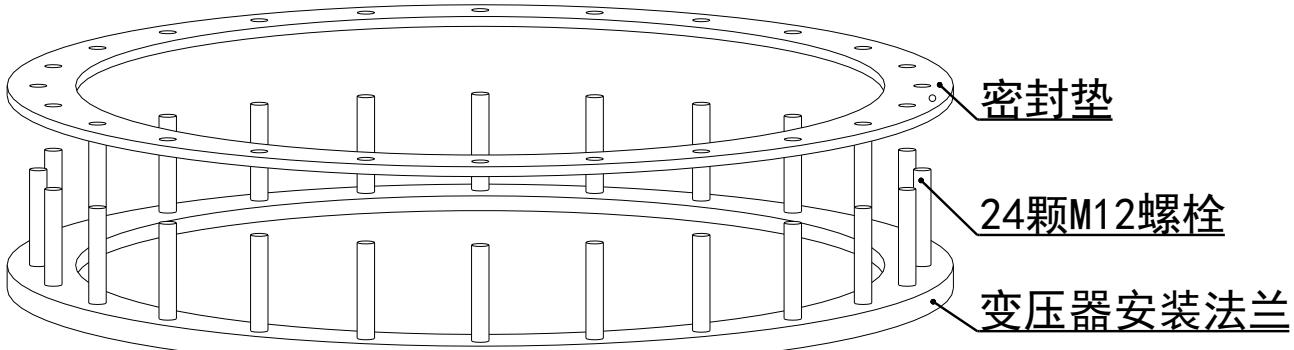
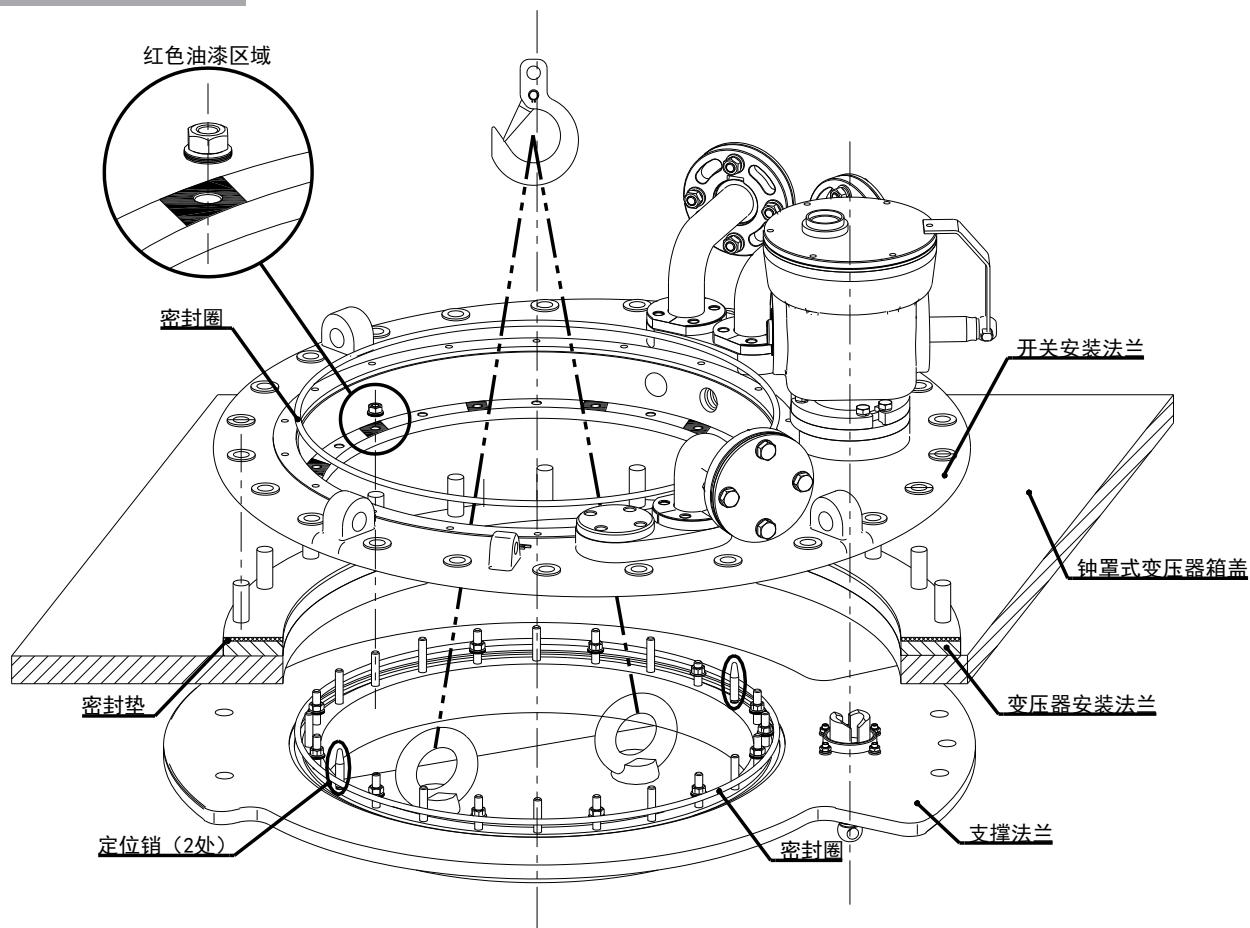

图 5-13 变压器箱盖处螺栓及密封垫
图 5-14 开关顶部各法兰与变压器箱盖对应示意图
3. 分接开关安装法兰安装前，擦净密封面，在变压器安装法兰上安放密封垫（见图 5-13），并将分接开关安装法兰固定在变压器安装法兰上（见图 5-14）。
4. 通过起吊方式将切换开关支撑法兰与安装法兰连接。安装到位后拧紧法兰圈上的红色油漆区域螺栓。(见图 5-14)